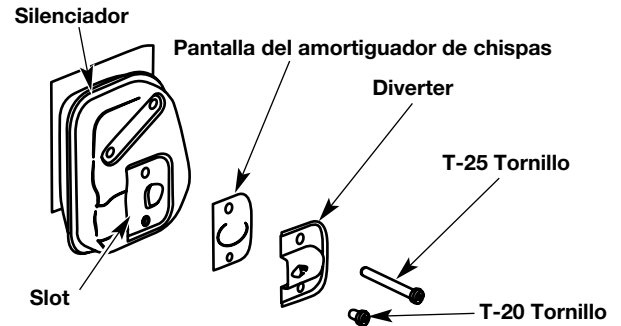

Fig. 35
2. Con un destornillador plano de la lámina o un pedacito torx T-20 y un pedacito T-25, quite los tornillos que unen el desviador de los pararrayos de la chispa al silenciador (Fig. 35).